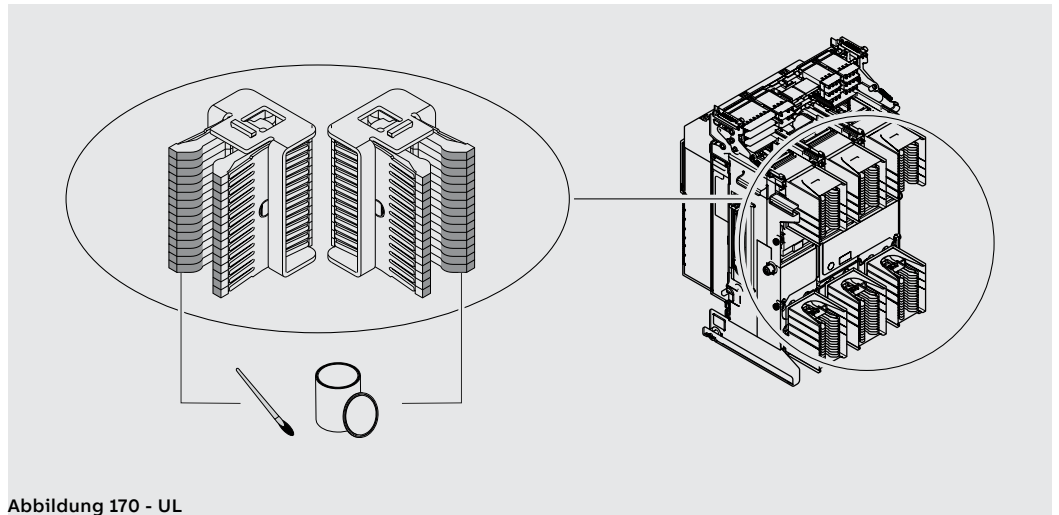
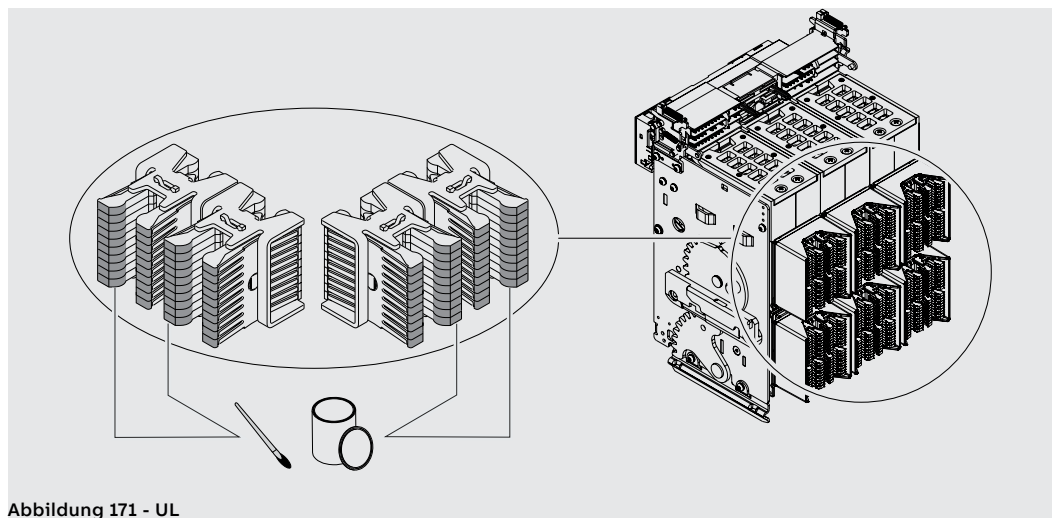

Abbildung 170 - UL
Abbildung 171 - UL
2. Die Klauentrennkontakte an den gezeigten Stellen mit Fett Mobilgrease 28 schmieren (EXXON MOBIL) (Abbildung 170 - UL für E1.2; Abbildung 171 - UL für E2.2, E4.2 und E6.2).